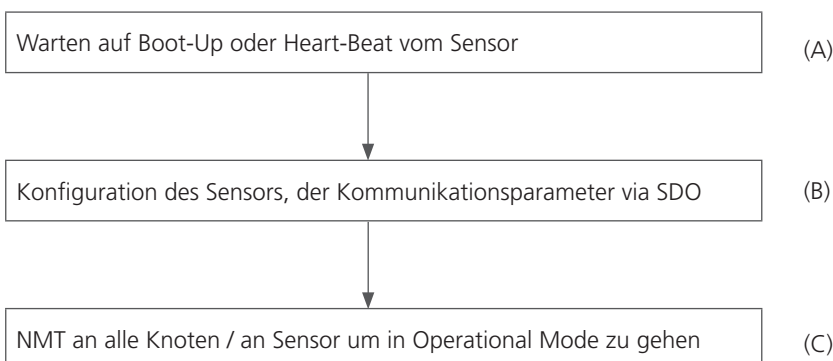

Abb. 26: CANopen Bus Initialisierungsprozess
- Nach Anlegen des Stromes verschickt der Sensor eine Boot Up Nachricht innerhalb von ca. 5 Sekunden und sobald der Preoperational-Zustand erreicht ist. In diesem Zustand werden vom Sensor nur die Heartbeat-Nachrichten verschickt, falls er entsprechend konfiguriert ist (vgl. Punkt A Abb. 26).
- Anschließend kann der Sensor über SDOs konfiguriert werden, in den meisten Fällen ist dies nicht notwendig, da die einmal eingestellten Kommunikationsparameter automatisch vom Sensor gespeichert werden (vgl. Punkt B Abb. 26).
- Um den Sensor in den Operational-Zustand zu versetzen kann entweder eine entsprechende Nachricht an alle CANopen Teilnehmer oder speziell an den Sensor verschickt werden. Im Operational-Zustand verschickt der Sensor die unterstützten PDOs entsprechend seiner Konfiguration entweder in periodischen Zeitabständen oder auf Sync-Nachrichten getriggert (vgl. Punkt C Abb. 26).